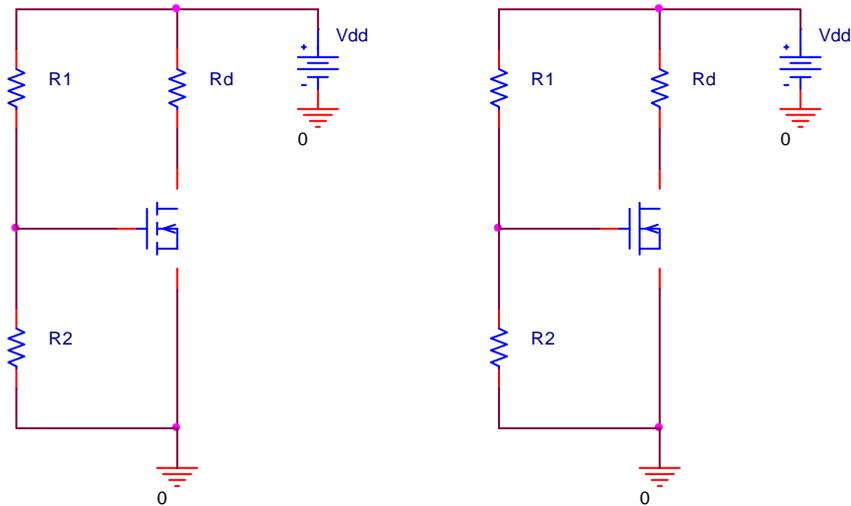

fig. 38
- **la rete di polarizzazione fissa** che, però, non garantisce alcun controllo sulla corrente di drain: in fig. 38 è riportata la rete di polarizzazione fissa di un NE-MOS e di un ND-MOS